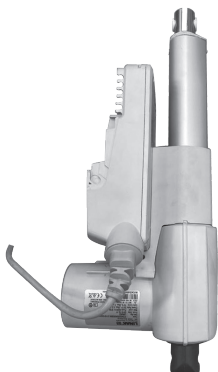
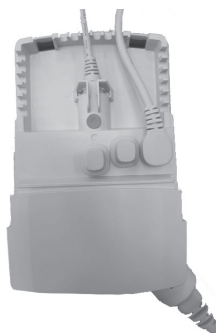
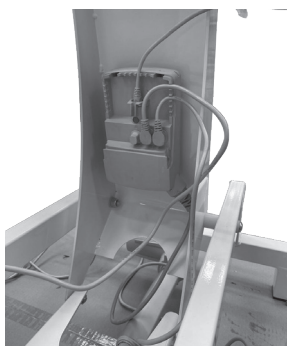

Fig.4
Fig.4a
Fig.7
- Effettuare il collegamento elettrico dell'attuatore di elevazione (solo per MI37XX) e del telecomando alla centralina come illustrato in Fig.4 e in Fig 4a.
Nota: La fig.7 si riferisce alla modalità di installazione e di collegamento elettrico della centralina per i modelli MI380X-MI381X-MI390X-MI391X; per i modelli MI382X-MI383X-MI392X-MI393X, dove è presente un solo attuatore, le modalità di installazione sono le medesime, e sono dunque illustrate nella fig. 7, mentre lo schema di collegamento dei connettori di telecomando ed attuatore alla centralina è illustrato in Fig.4a.